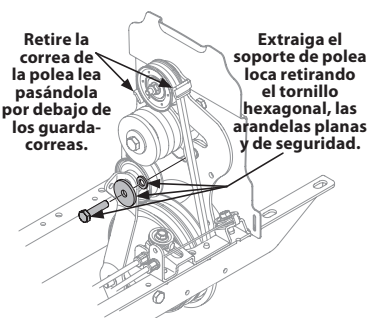

Figura 20
5. Extraiga la polea loca retirando el tornillo hexagonal de 5/16-24, la arandela plana y la arandela de seguridad, como se muestra en la Figura 20.